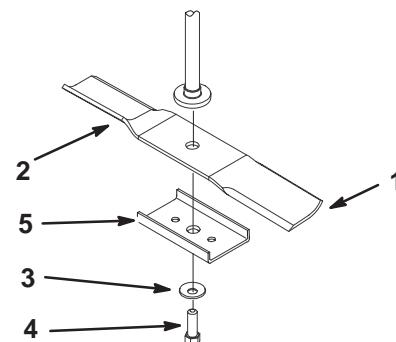

Bild 11
2. Entfernen Sie die Messerschraube, Wellenscheibe, Messerverstärkung und das Messer von der Spindelwelle (Bild 11).
3. Bringen Sie das Messer auf der Spindelwelle an (Bild 11).
4. Montieren Sie die Messerverstärkung, die Wellenscheibe (Schalenseite zum Messer) und die Messerschraube (Bild 11). Ziehen Sie die Messerschraube mit 47–88 Nm an.